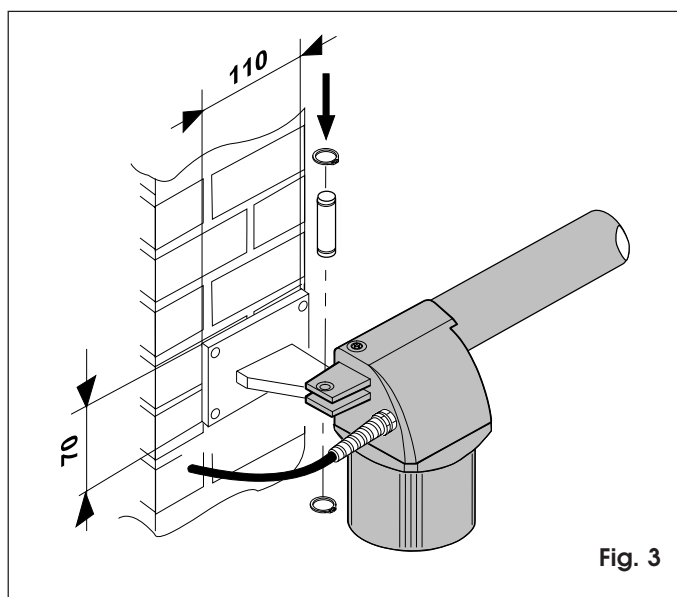

Fig. 3
Nel caso di pilastro in muratura, incassare opportunamente una piastra a murare (fig. 3). Saldare quindi accuratamente l'attacco sulla piastra.
- 2) Fissare l'operatore all'attacco posteriore tramite la viteria in dotazione (fig. 3).
Attenzione: Gli operatori forniti nel kit sono in versione destra e sinistra. Per una corretta installazione l'operatore deve essere posizionato come da fig. 3. Si intende operatore destro quello montato sull'anta destra, con vista interna; si intende operatore sinistro quello montato sull'anta sinistra, sempre con vista interna.